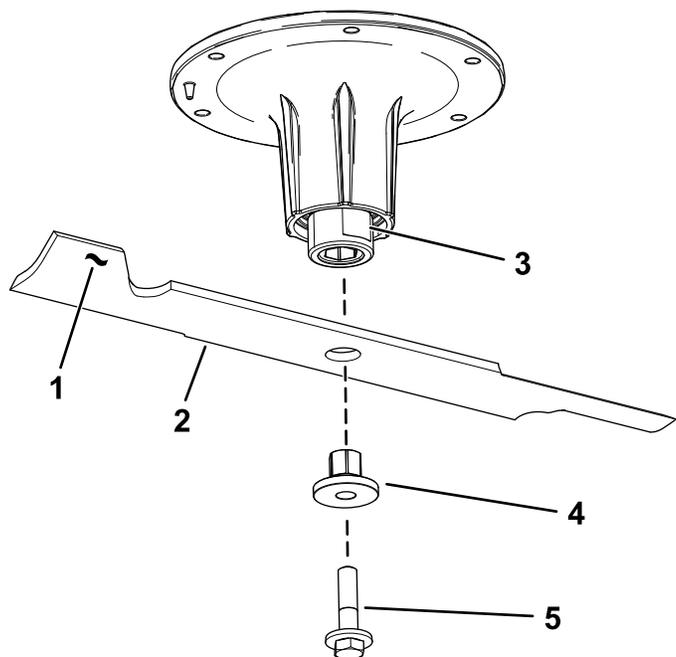

Рисунок 80
2. Снимите болт ножа, втулку и нож с вала шпинделя (Рисунок 80).